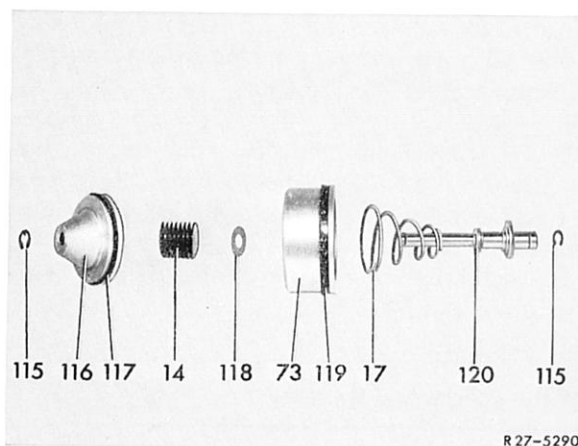

Bild 27-11/49
5 Sicherungsring (115) in der Nut von der Verbindungsstange (120) einsetzen. Verbindungsstange mit Kegelstumpffeder (17) in den Bremsbandkolben (73) einf hren. Anlaufscheibe (118) mit Tellerfedern (14) aufschieben. Lippendichtring (117), wenn notwendig, vorher erneuern. Kolben (116) in den Bremsbandkolben B 3 (73) einsetzen und mit dem Sicherungsring (115) sichern (Bild 27-11/49).